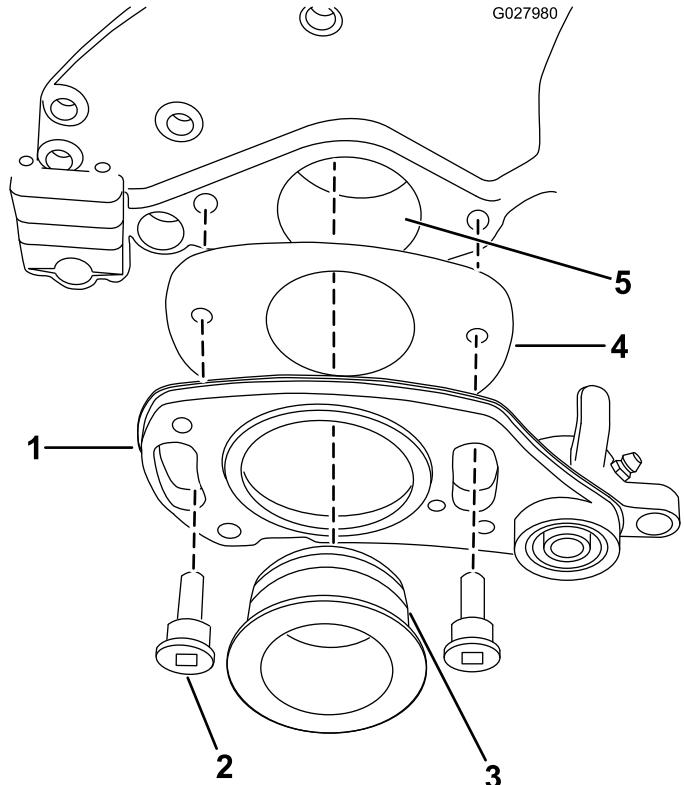

图7
12. 将垫板滑动到右侧驱动组件后面如 图7 所示。
13. 在 O 形圈和导向孔上涂抹一薄层润滑脂 图7。
14. 使用 2 个轴肩螺栓固定驱动组件如 图7 所示。